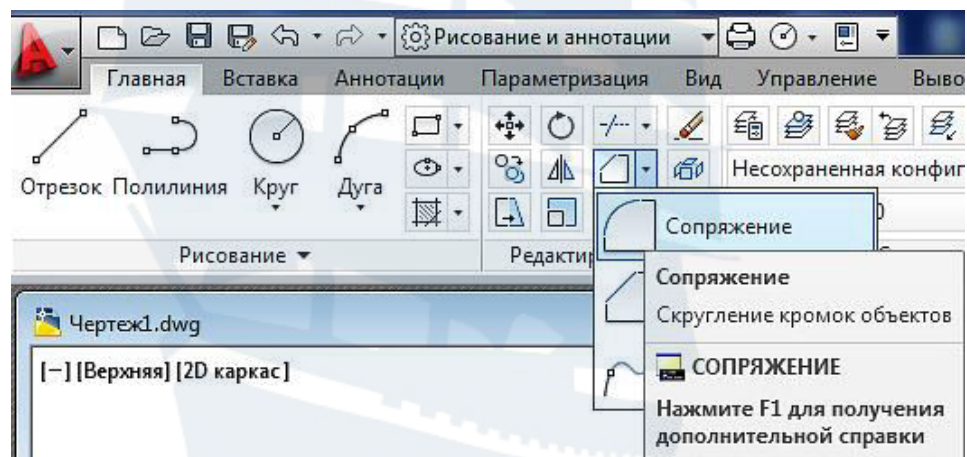

Рис. 92
- щелчком мыши по кнопке  **Сопряжение** на панели инструментов **Редактирование** на вкладке **Главная** (рис. 92);